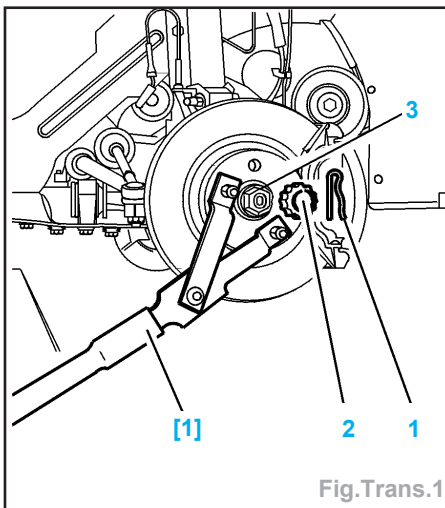

Fig.Trans.1
- Déposer (Fig.Trans.1) :
- l'épingle (1),
- le frein écrou (2),
- l'écrou de transmission (3).